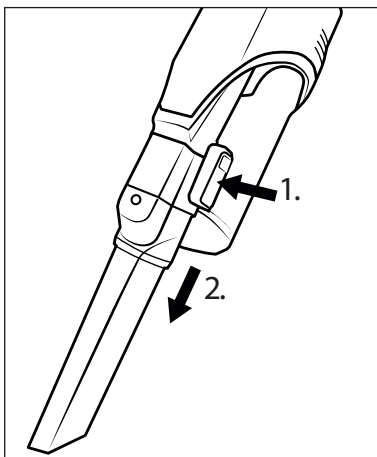

Fig. 15
- ◆ Para remover o acessório, mantenha o botão de desbloqueio no acessório pressionado e puxe então o acessório do tubo de aspiração **24** ou da abertura de aspiração do aparelho (ver fig. 15).